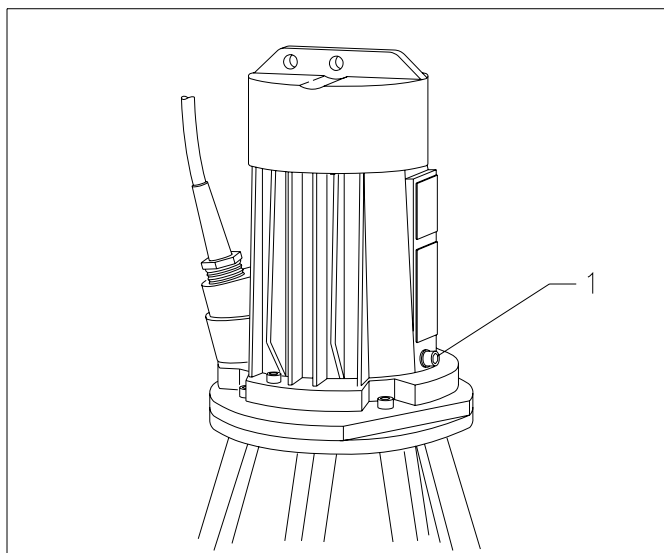

Fig. 6.5
Dévissez la vis d'inspection du moteur (voir Fig. 6.5 pos 1).